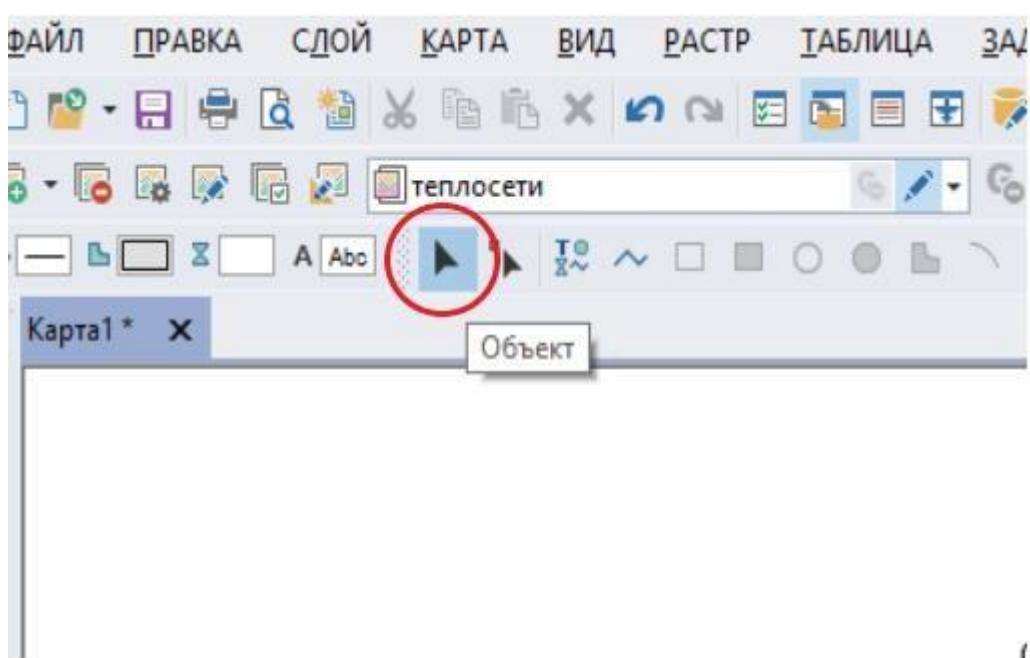

Рисунок 1.
2. Нажимаем на черный курсор (объект) Рисунок 1.